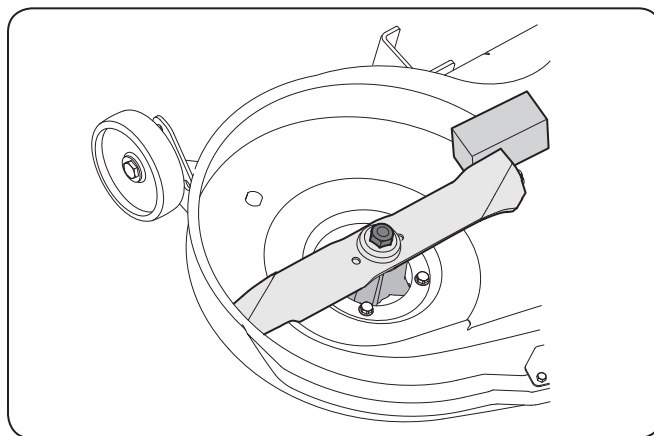

Figure 7-6
2. Placez une cale de bois entre le déflecteur au milieu du plateau et la lame. Voir la Figure 7-6.
3. Retirez l'écrou à bride à six pans qui maintient la lame. Voir la Figure 7-6.